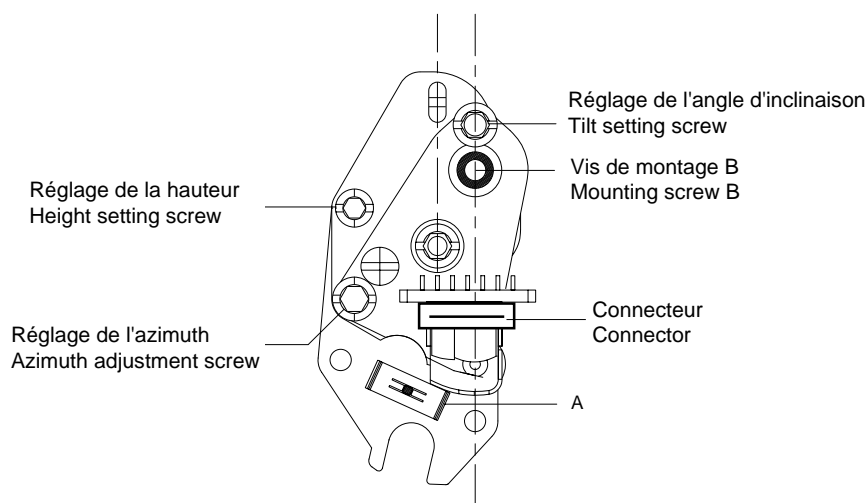

Fig. 14
- Retirer le ressort de fixation "A" (Fig. 14) et défaire le connecteur.
- Remove fixing spring "A" (Fig. 14) and unplug the connector.